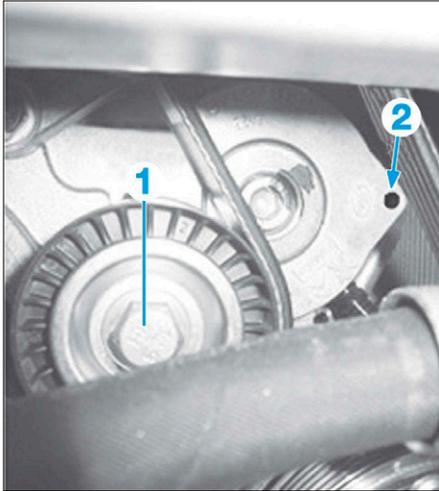

FIG. 3
- Tourner le galet tendeur par sa vis centrale (1) dans le sens horaire (Fig.3).